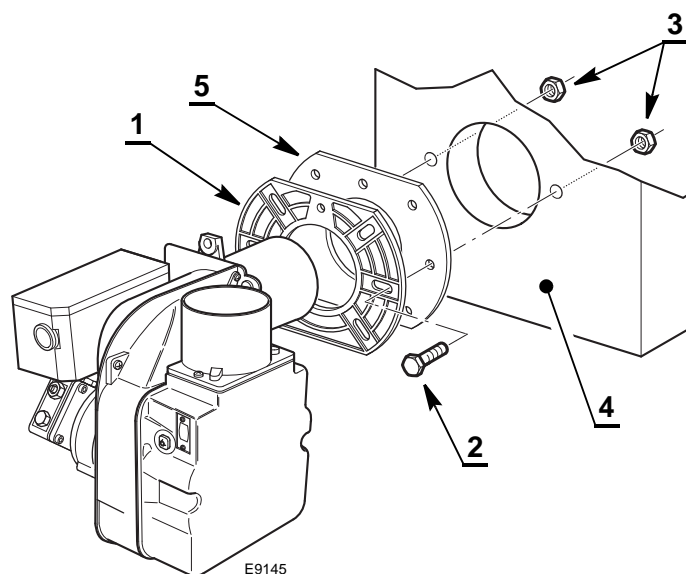

Fig. 13
- Fastgør flangen 1) på kedlens lille dør 4) vha. skruerne 2) og (hvis nødvendigt) møtrikkerne 3) med den isolerende pakning 5) imellem (Fig. 13).